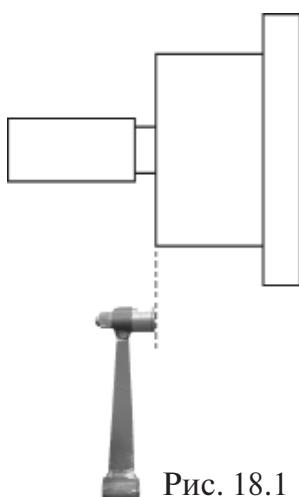

Рис. 18.1
18.2. Калибровка устройства измерения дистанции . Для оценки погрешности устройства ввода дистанции выдвиньте штангу ввода параметров и уприте ее пальцем в задний торец фланца вала, как показано на рис.18.1. При этом на индикаторах 1 отображается символ A, а на индикаторах 4 величина введенной дистанции. Если величина дистанции на индикаторах 4 не равна  $4,5 \pm 0,2$ , то устройство ввода дистанции требует калибровки.